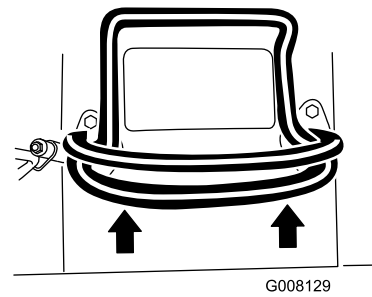
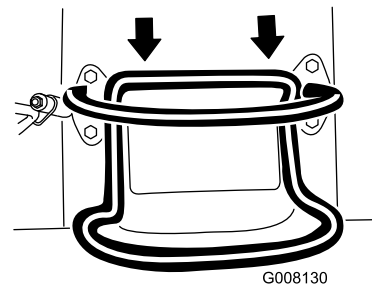

Figura 7
Figura 8
- Per avanzare, spostate in avanti il comando della trazione (Figura 7).
- Per spostarvi in retromarcia, tirate indietro il comando della trazione (Figura 8). **Quando ci si sposta in retromarcia, controllare che dietro non vi siano ostacoli e tenere le mani sulla barra di riferimento (Figura 7).**